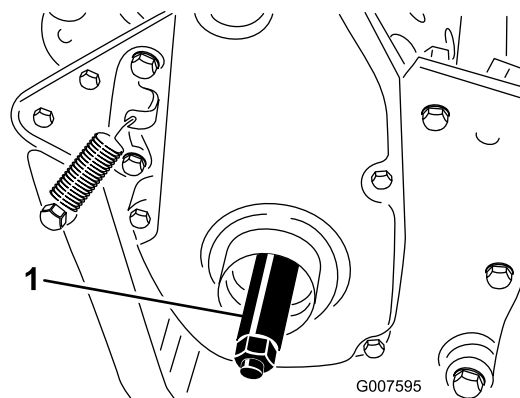

図 9
3. 機体右側にある駆動プーリのねじ穴に、右側ホイールシャフトを取り付ける図 9。